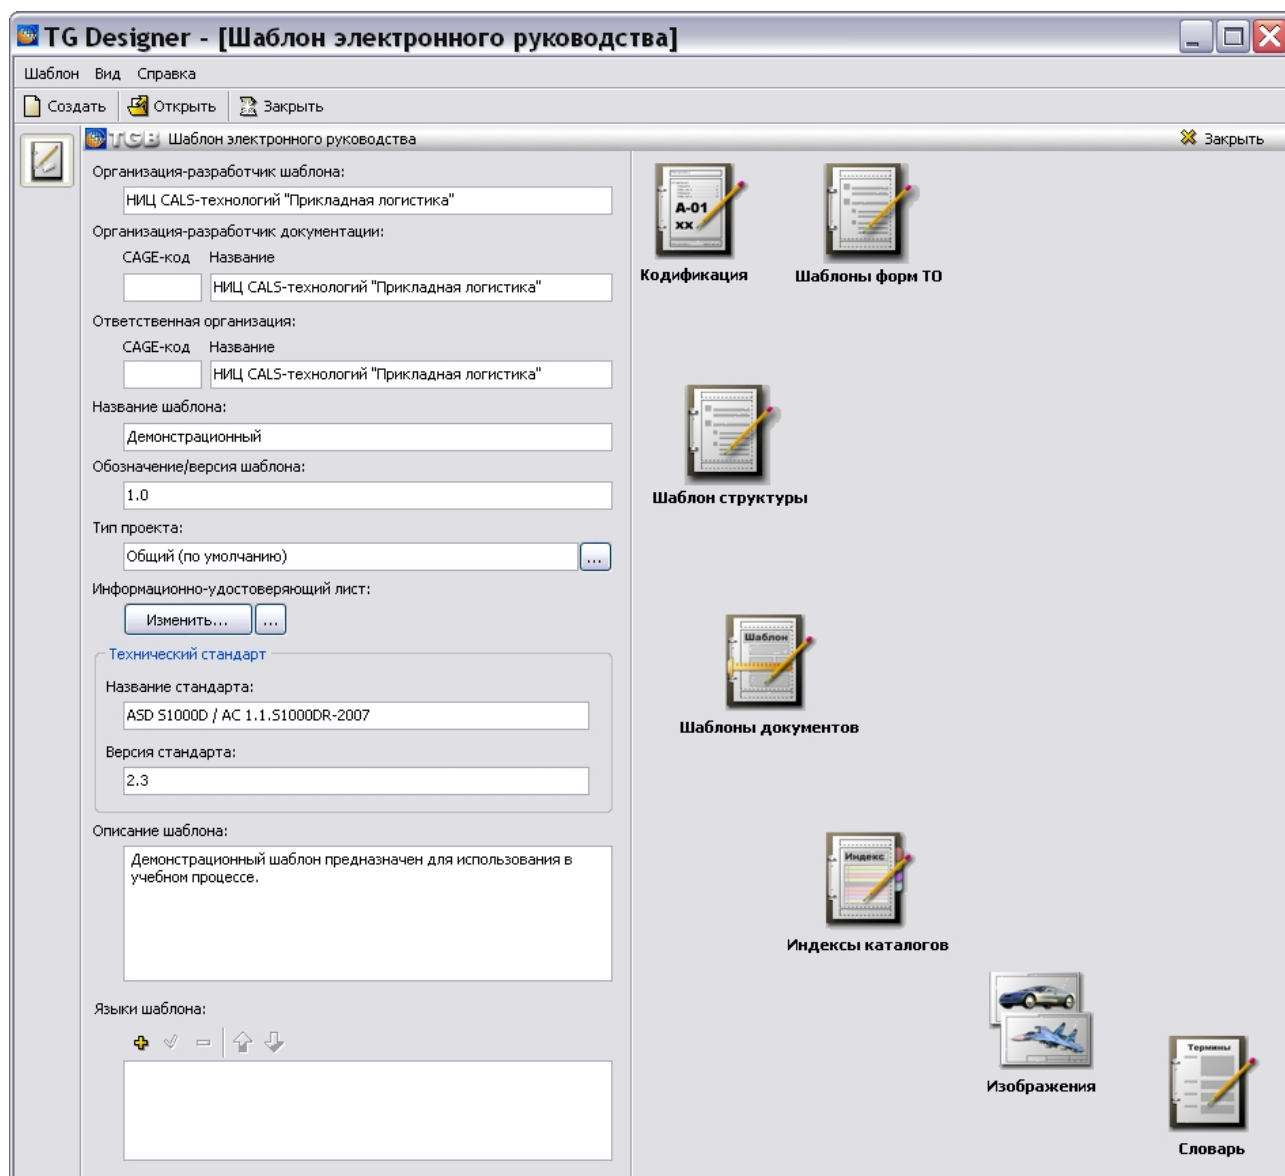

Рис. 1.22
3. Нажмите на кнопку **ОК**. При этом появится окно **Шаблон электронного руководства** (Рис. 1.22).
4. В левой части окна **Шаблон электронного руководства** в соответствующие поля введите параметры шаблона (Рис. 1.22):
В правой части окна **Шаблон электронного руководства** находятся иконки редакторов для создания и редактирования составных частей шаблона (Рис. 1.22):